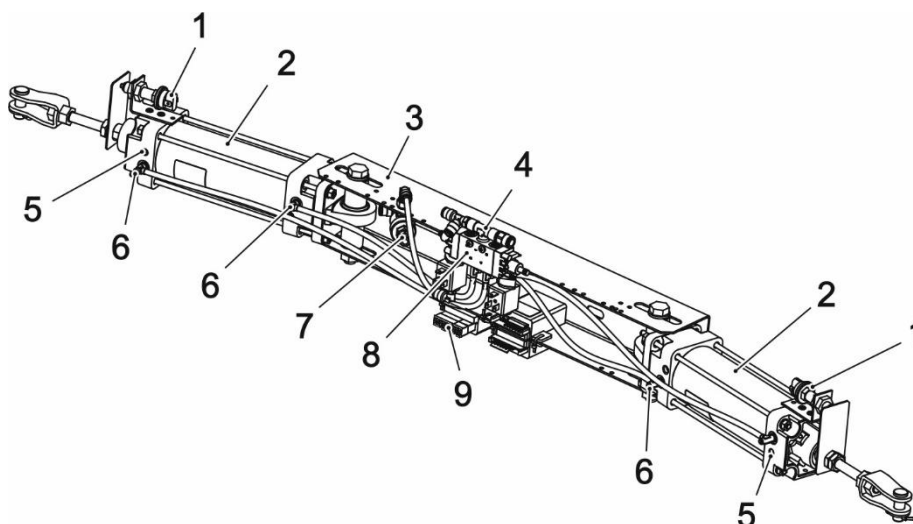

Рис. 14.1 Привод задней двери
Регулировка выполняется дросселями 6 (см. рис. 14.1), которые расположены в крышках пневмоцилиндра.
Регулировка времени торможения створки двери в конечном положении при открывании выполняется с помощью демпферного винта 5 на передней крышке цилиндра (см. рис. 14.1). Скорость торможения двери при закрывании фиксирована и регулировке не подлежит.
**Регулировка положения концевого выключателя 1** (рис. 14.1) выполняется таким образом, чтобы при закрытой двери на панели приборов водителя не горела индикация "Дверь открыта", а зазор между упорной планкой на штоке цилиндра и корпусом концевого выключателя составлял не менее 2 мм.